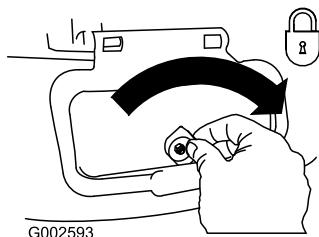

**Bild 31**
- Setzen Sie den Seitauswurfkanal ein und schließen Sie die Klappe auf dem Auswurfkanal (Bild 31).